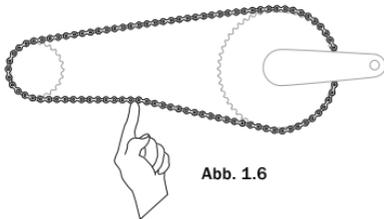

Abb. 1.6
• Bei einer Rücktrittbremse: In der Mitte sollte sich die Kette zwischen 6 bis 12 mm hochdrücken lassen (Abb. 1.6).